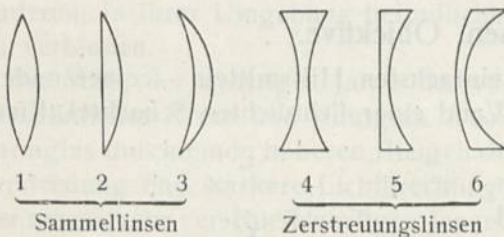
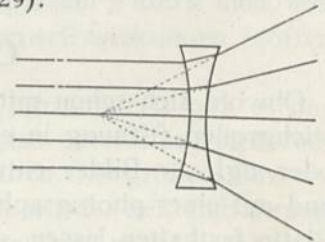

Abb. 32.
Abb. 33.
Es gibt **Sammel-** und **Zerstreuungslinsen**. **Sammel-** (oder **positive**) **Linsen** sind entweder beiderseits gewölbt (bikonvex, Abb. 32, 1) oder eben-gewölbt (plankonvex) (Abb. 32, 2) oder gehöhlt-gewölbt (konkavkonvex, sog. positive Menisken), (Abb. 32, 3). Sie sind in der **Mitte** dicker als an den Rändern und haben die Eigenschaft, zur Hauptachse gleichlaufende Lichtstrahlen hinter der Linse in einem Punkte, dem „**Brennpunkte**“ (Fokus, abgekürzt **f** oder **F**) zu vereinigen.
**Zerstreuungs-** (oder **negative**) **Linsen** sind entweder beiderseits gehöhlt (bikonkav) (Abb. 32, 4) oder eben-gehöhlt (plankonkav) (Abb. 32, 5) oder gewölbt-gehöhlt (konvexkonkav, sog. negative Menisken) (Abb. 32, 6). Sie sind an den **Rändern** dicker als in der Mitte und haben die Eigenschaft, zur Hauptachse gleichlaufende Lichtstrahlen nach ihrem Durchgange auseinanderzuführen (Abb. 33). Zerstreuungslinsen können niemals allein, sondern nur in Verbindung mit Sammellinsen zum Photographieren verwendet werden.